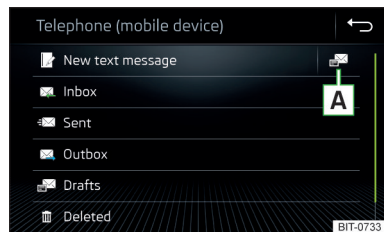

Abb. 150
➤ Im Hauptmenü *Telefon* die Funktionsfläche antippen, es wird das Hauptmenü für Textmitteilungen angezeigt » Abb. 150.
- » Abb. 150 auf Seite 137.